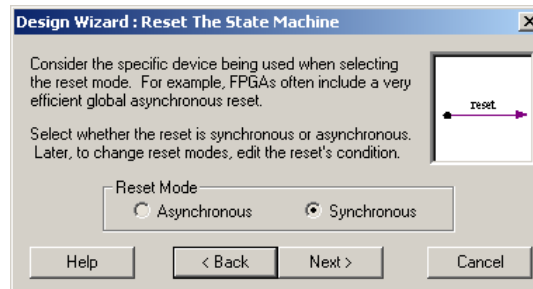

Figura 9.3. Fereastra de dialog *Reset The State Machine*.
4. Se selectează butonul *Next*. Se va deschide fereastra de dialog *Reset The State Machine* (Figura 9.3).